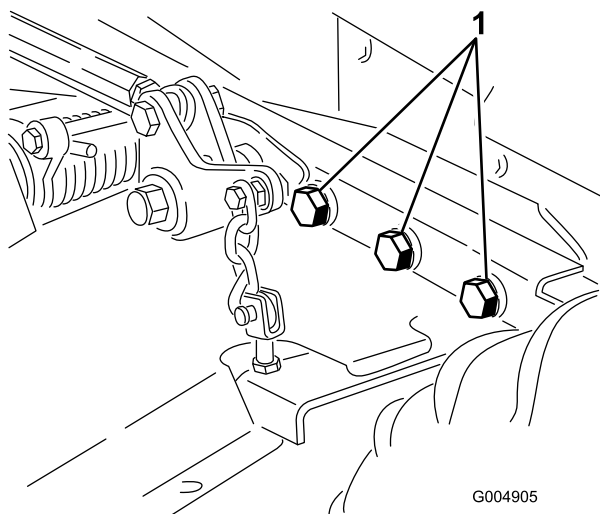

图59
5. 请检查所有紧固件看有无松动必要时请上紧。将剪草机刀盘机架固定到主机 图59上的 6 个螺栓上紧扭矩至 359Nm。